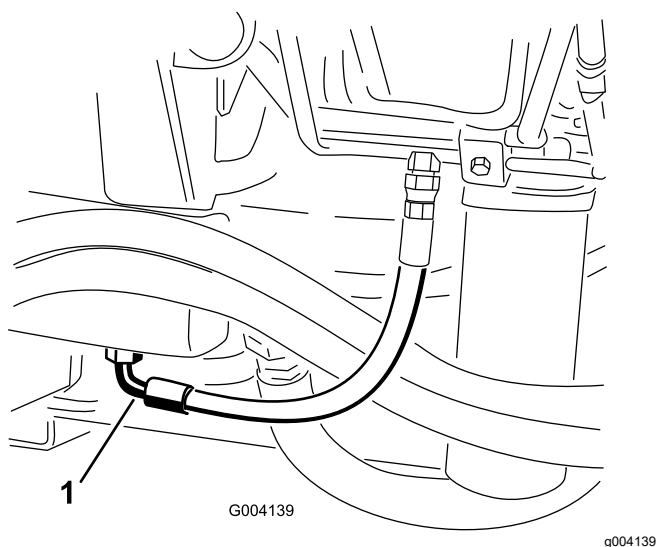

Рисунок 93
2. Установите большой сливной поддон под штуцер, расположенный в нижней части бака с гидравлической жидкостью (Рисунок 93).